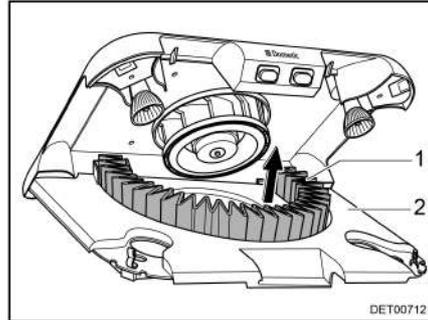

Fig. 98 Cambio del filtro de carbón activado
- Extraer el filtro de carbón activado (Fig. 98,1) hacia arriba del soporte.
- Girar el porta filtro (Fig. 98,2) hacia arriba hasta que engatille.